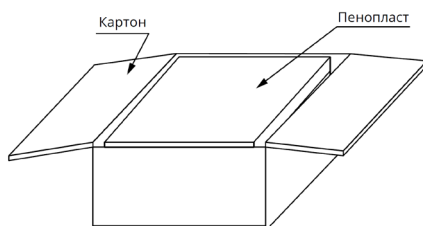

Рисунок 3.7. Вскрытие коробки
2. Вскрыть целлофановую упаковку и клейкую ленту, после чего открыть картонную коробку (см. Рисунок 3.7).